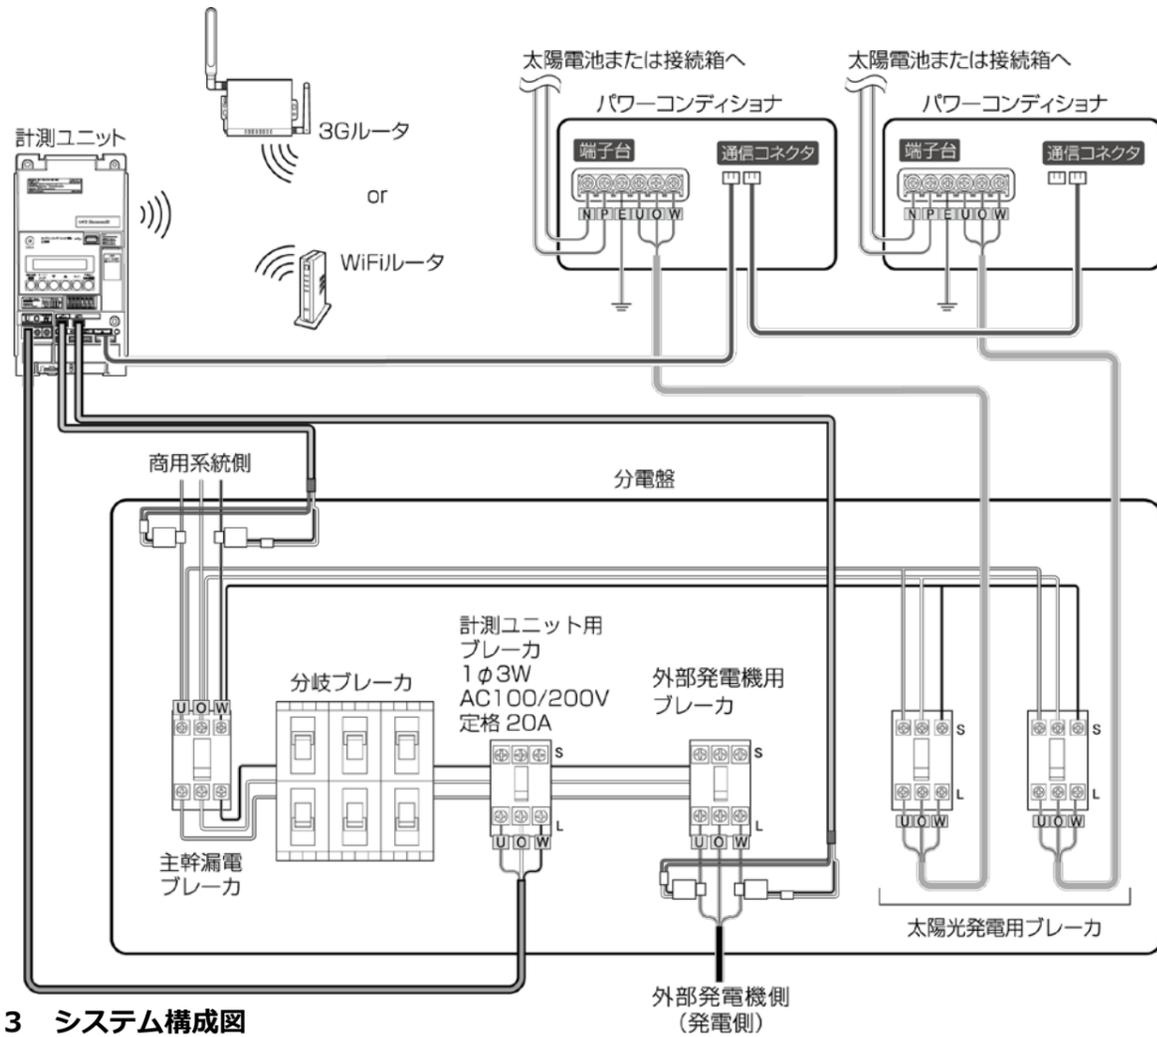

図3 システム構成図
以下の①、②を十分ご確認ください。初期設定を進めてください。 ①インターネットへの接続環境をご確認ください。 固定回線用: 常時接続のインターネット回線をご準備ください。 3G回線セット: NTT docomo FOMAサービスエリア内であることをご確認ください。 ②ルーターが起動していることをご確認ください。(図1、2)	・本誌裏面の「エコめがね取付確認」を参考に、設置・配線が正しく行われていることをご確認ください。(図3～6) ※ 計測ユニットの設置は、第1種または第2種電気工事士が行ってください。 ※ 湿度の高い場所、水没する可能性のある場所には設置しないでください。 ※ 施工・設定手順の詳細については、施工・取扱説明書をご確認ください。